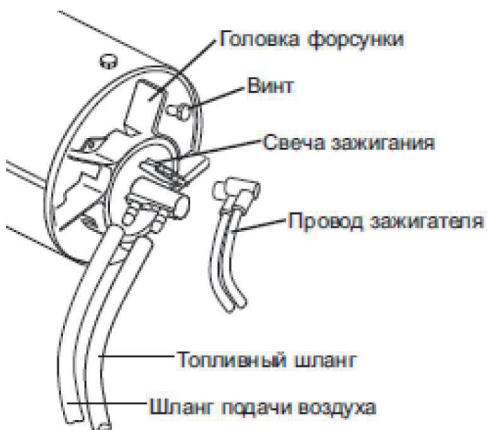

Рис. 15
2. Снимите лопасти вентилятора (рис. 15);
3. Отсоедините топливопровод от горелки (рис. 15);
4. Отсоедините провод от электродов свечи зажигания (рис. 15);